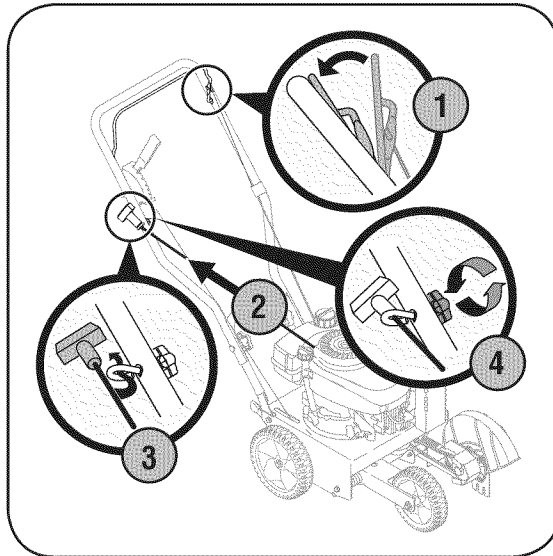

Figura 2
2. Presione el control de la cuchilla que se encuentra arriba de la manija superior y gire la manija superior hacia arriba hasta que encaje en su lugar (1).
3. Apriete los botones manuales que están ubicados en los lados derecho e izquierdo de la manija (2). Vea la Figura 2.
2. Afloje, pero **NO** retire, la perilla a mariposa que ajusta la guía de cuerda a la manija superior. Vea la Figura 2.
3. Párese detrás de la unidad y mantenga el control de la cuchilla contra la manija superior (1) y suavemente tire de la cuerda de arranque del motor (2).
NOTA: La cuerda de arranque no saldrá del motor al tirar de la misma a menos que el control de la cuchilla (vea la Figura 2) esté presionado contra la manija superior.